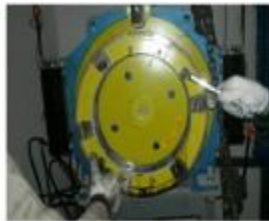
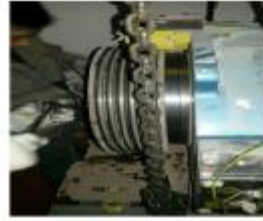

图 80 拧内六角螺栓
图 81 旋转顶杆螺栓
2. 用 4 根 M12 螺杆拧入 4 个拆卸孔,并用 12#扳手旋转顶杆螺栓,直至拆出曳引轮(P36 图 80 一图 81);